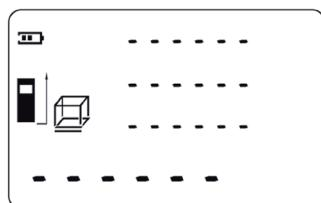

Fig. 11
1. Appuyez sur la touche 4 «Mode» pour sélectionner le mode de mesure de volume. La ligne clignotante du symbole indique la longueur à mesurer (Fig. 11).